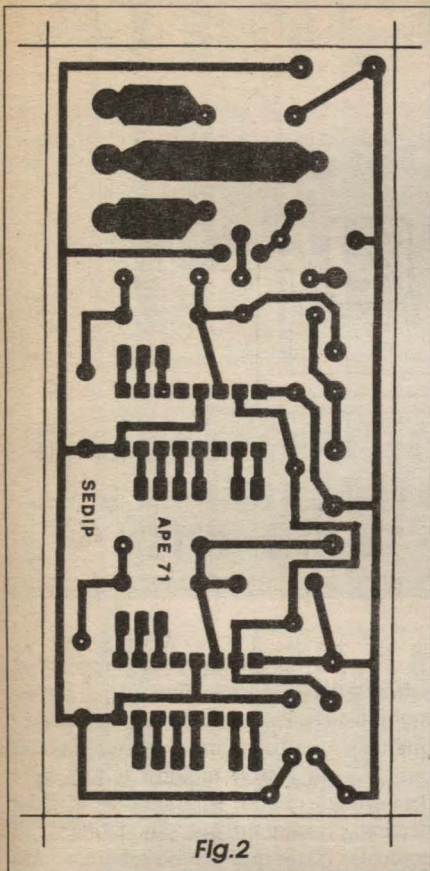

Fig.2
- FIG. 2 - LAY OUT DO CIRCUITO IMPRESSO ESPECÍFICO - Não muito pequenino, porém de facilíma realização, o impresso é visto na figura pela sua face cobreada, em escala 1:1, com as áreas em negro representado as partes que devem